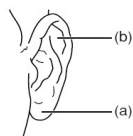

図 4
- 5) これでネルコアセンサデュラワイ(以下「センサ」)を患者に装着する準備完了である(図4)。患者毎の適切な装着部位については、以下を参照すること。
- 5) これで本品を装着する準備完了である。装着に適した部位は、耳たぶ (a)又は耳翼(b)である(図4)。